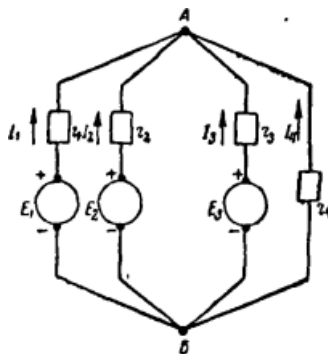

Рис.8.Схема електричного ланцюга
2. **Метод вузлової напруги.** Для ланцюга, що представлено на рис.8, дані е.р.с. генераторів $E_1 = 110$ В, $E_2 = 115$ В, $E_3 = 120$ В. Внутрішні опори генераторів $R_{01} = 0.2$ Ом, $R_{02} = 0.1$ Ом, $R_{03} = 0.3$ Ом. Опір гілок $R_1 = 2.3$ Ом, $R_2 = 4.9$ Ом, $R_3 = 4.7$ Ом, $R_4 = 5$ Ом.